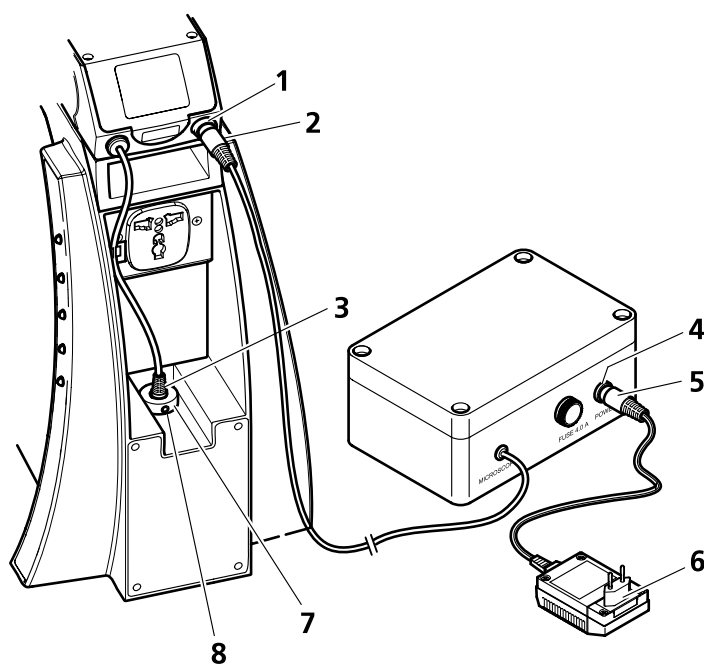

Fig. 13 Raccordement du boîtier de batterie
- Sortez la fiche (Fig. 13/5) de l'adaptateur secteur (Fig. 13/6) qui est introduite dans la prise (Fig. 13/1) du dispositif d'épifluorescence et introduisez-la dans la prise située sur le boîtier de batterie (Fig. 13/4). La fiche du dispositif d'épifluorescence (Fig. 13/3) est déjà enfichée dans la prise du microscope (Fig. 13/7).
- Introduisez la fiche (Fig. 13/2) du boîtier de batterie dans la prise (Fig. 13/1) du dispositif d'épifluorescence.
- Raccordez l'adaptateur secteur (Fig. 13/6) à une prise de secteur.
- Au dos du statif, desserrez la tige filetée (Fig. 13/8) et sortez la fiche (Fig. 13/5) de l'adaptateur secteur (Fig. 13/6) hors de la prise (Fig. 13/7) située sur le microscope.
- Enfichez la fiche de l'adaptateur secteur dans la prise située sur le boîtier de batterie (Fig. 13/4).
- Enfichez la fiche du boîtier de batterie (Fig. 13/2) dans la prise (Fig. 13/7) située sur le statif et resserrez la tige filetée (Fig. 13/8).